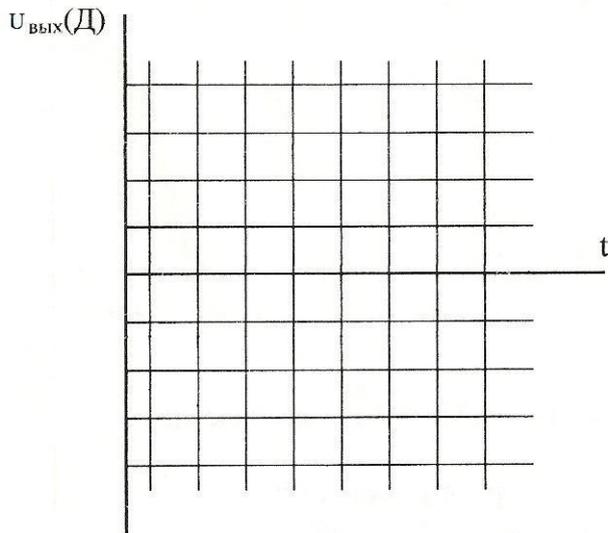

Рисунок 2.7.4. Осциллограмма сигнала с выхода дифференцирующей цепи
7. Поставить переключатель схем на щитке в режим «Д» (дифференцирующая цепь) и подключить третий кабель на выход дифференцирующей цепи. Заполнить в таблице 2.7.1 строку «дифференцирующая», используя изображение на экране осциллографа и масштаб делений. Зарисовать изображение, используя как основу рисунок 2.7.4.